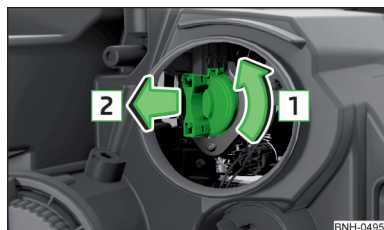

Fig. 163
- Rotiți soclul până la capăt în sensul săgeții **1** » fig. 163.